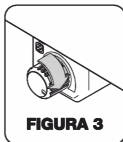

FIGURA 3
2. Mantenga el control de ajuste remoto conectado a la unidad principal con la perilla de volumen girada completamente hacia UP (Figura 3).